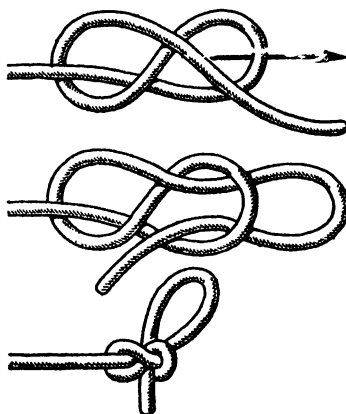

Рис. 92. Развязывающаяся восьмерка
**Развязывающаяся восьмерка** (рис. 92). Если обыкновенную восьмерку (см. рис. 3) сделать с петлей, т. е. в последнюю ее петлю пропустить сложенный вдвое ходовой конец, то мы получим хороший быстроразвязывающийся стопор (рис. 92).